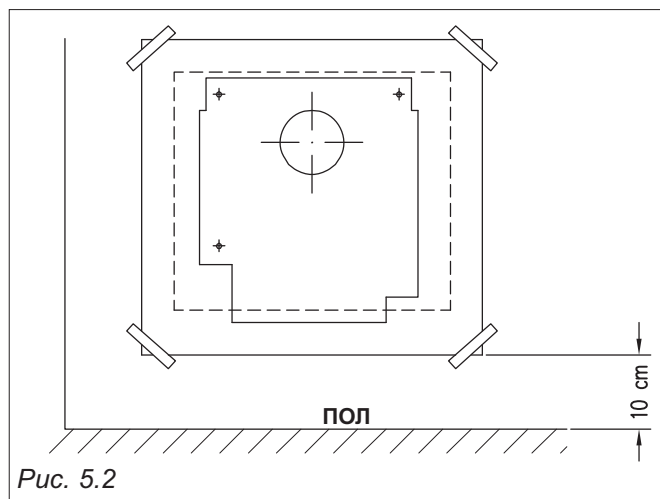
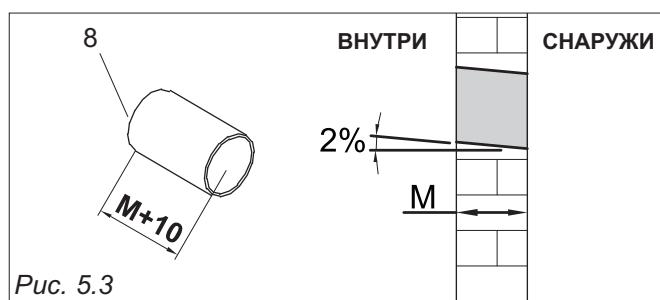

Рис. 5.2
Рис. 5.3
- 1) Закрепить шаблон, предварительно отцентрировав, на стене с помощью клейкой ленты на высоте не менее 10 см от пола (см. рис. 5.2). Отметить отверстие для дымохода и проделать его, по возможности, с наклоном в 2% в сторону внешней стены (см. рис. 5.3).
- 2) Вернуть на место шаблон, заново отцентрировав его таким образом, чтобы отверстие под дымоход совпало с отмеченным на шаблоне, и проделать 4 отверстия диаметром 8 мм и вставить прилагаемые дюбели (см. рис. 5.2).
- 3) Прорезав отверстие, измерить толщину стены (M).
- Отрезать лишний участок трубы воздуховода со стороны без бортика (8) таким образом, чтобы ее длина была больше толщины стены (M) на 10 мм (см. Рис. 5.3).